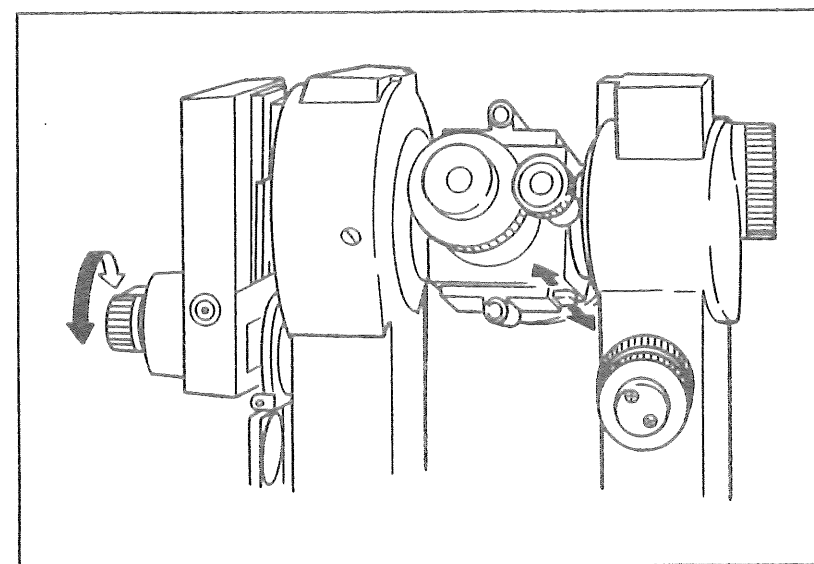

図32
②目盛視野はダイヤルを回して明るさを調整し、十字線の照明は、レバーにより明るさを調節します。(図32)
③両側面のターミナルは、これにシンクロコードを差し込んで、他の器具(3V用)への電源とするためのものです。